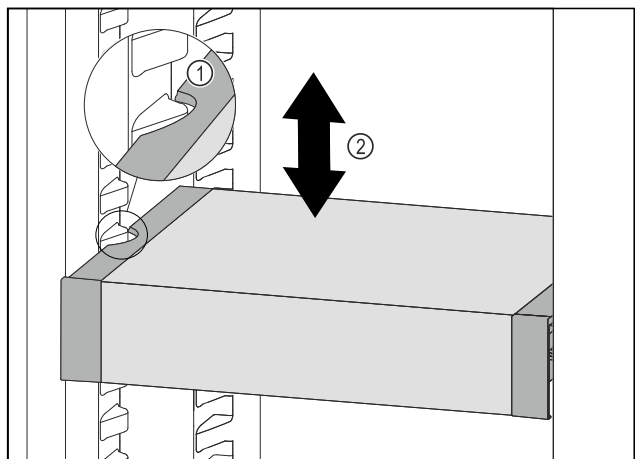

Fig. 211
- Táhněte VarioSafe dopředu, dokud nebudou boční vybrání VarioSafe na úrovni žebrování na nádoby v chladničce. Fig. 211 (1)
- Posouvejte VarioSafe v chladničce nahoru nebo dolů, dokud nedosáhnete požadované výšky. Fig. 211 (2)